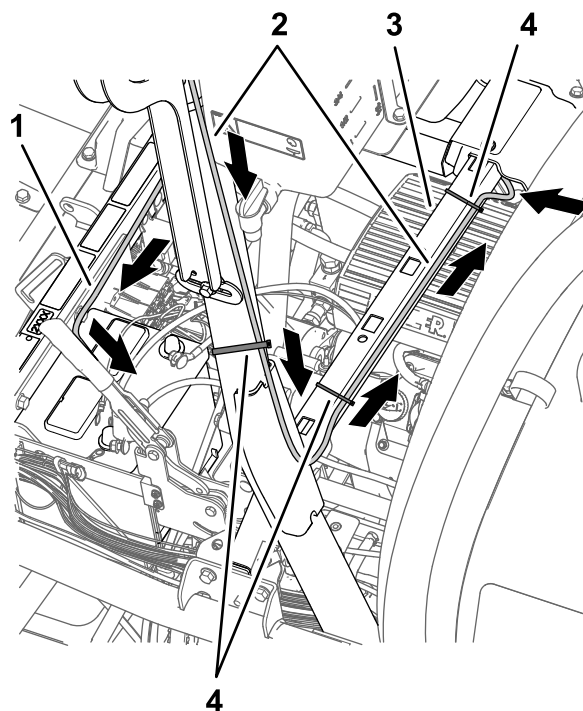
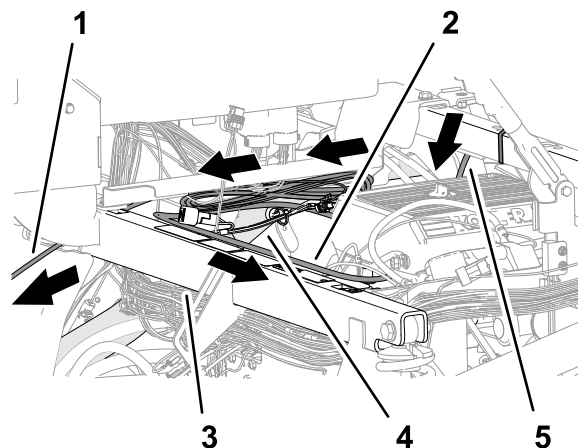

Figura 201
Figura 203
1. Disponete il cablaggio dati e il cablaggio della batteria lungo la parte posteriore del roll bar verticale di sinistra all'elemento trasversale per il supporto del sedile (Figura 201).
2. Fissate la diramazione di 390 cm del cablaggio dati per il ricevitore di navigazione al roll bar, come illustrato nella Figura 201.
5. Disponete il cablaggio dati e il cablaggio della batteria sull'elemento trasversale per il supporto del sedile e fissate la diramazione di 390 cm del cablaggio dati all'elemento trasversale con 2 fascette per cavi (Figura 201 e Figura 203).
6. Disponete la diramazione di 220 cm del cablaggio della batteria lungo il tubo del telaio superiore destro (Figura 203).
7. Disponete la diramazione di 220 cm del cablaggio della batteria sul tubo di supporto dell'ammortizzatore verso la batteria (Figura 203).
8. Disponete la diramazione di 220 cm del cablaggio dati (la diramazione del cablaggio con il connettore a 26 prese) sotto la consolle di comando e in avanti, verso la plancia (Figura 203).